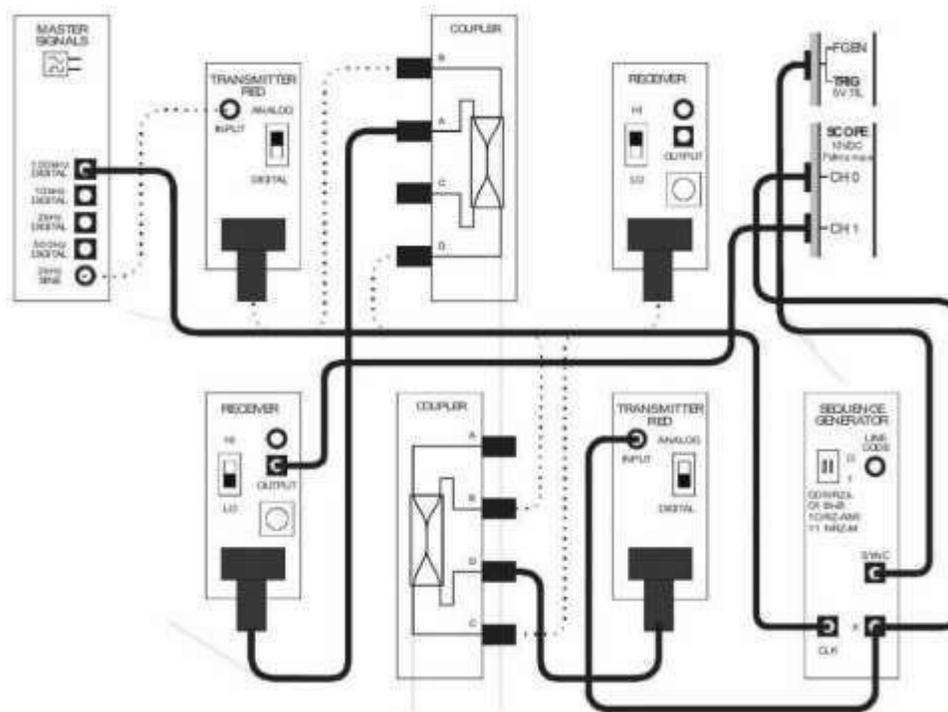

Figura 3
3. Cambiar el circuito como se muestra en la Figura 3.